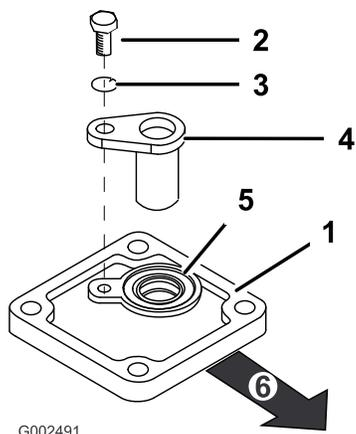

Figura 6
1 (Figura 6). La orientación correcta de la tapa es con la junta hacia arriba y hacia el lado izquierdo del vehículo.
4. Instale el sensor de dientes del engranaje usando el tornillo (M6 x 1,00 x 12) y la arandela de muelle según se muestra en (M6) Figura 6.